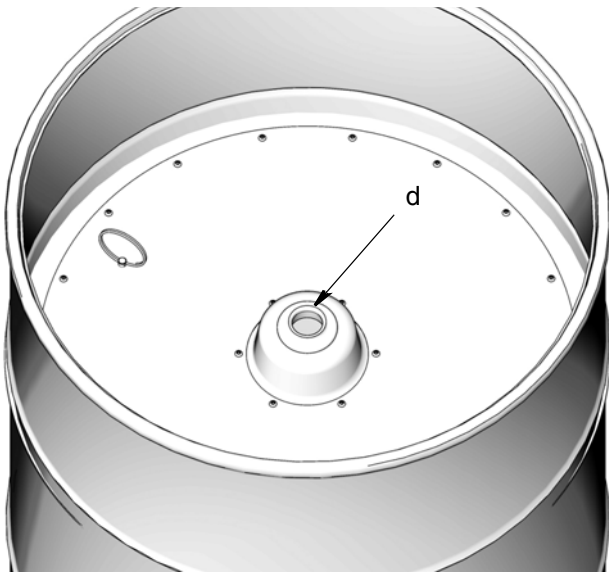

FIG. 8
- Coloque el plato seguidor encima de grasa fresca (FIG. 8). Elimine el aire empujando el plato seguidor